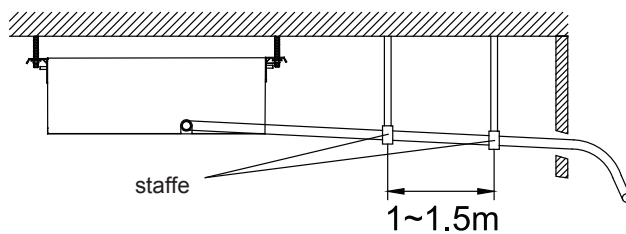

Fig. 24
- (3). In caso di tubo flessibile particolarmente lungo, montare dei supporti (Fig. 24).
- (4). Utilizzare sempre un tubo flessibile di scarico adeguatamente isolato.
- (5). Utilizzare un tubo flessibile di scarico adatto e vedere la tabella 3 per le dimensioni corrette.